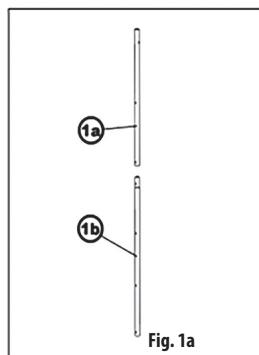
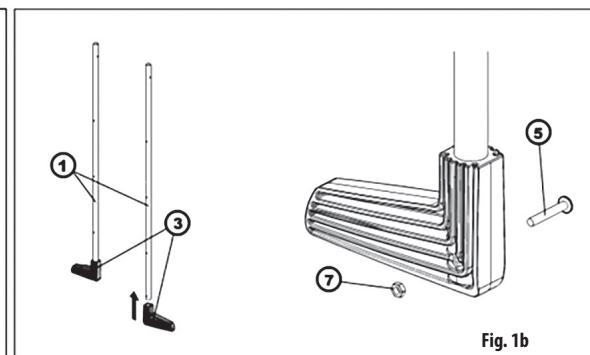

Fig. 1a
Fig. 1b
I piedini a L in plastica (3) devono essere applicati sulle estremità dei montanti tubolari (1), a seconda dei rispettivi fori. Fissare i piedini a L utilizzando le viti (5) e i dadi (7) (**Fig. 1b**). Per quanto concerne la scaletta componibile per piscine di 1,20 m, unire la parte superiore (1a) e quella inferiore (1b) (**Fig. 1a**).